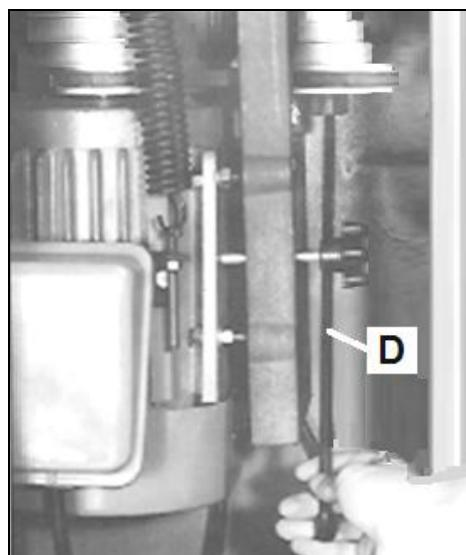

**Fig 11**
2) Monter le mandrin de fraisage (A, Fig 11), le visser dans l'écrou différentiel (N).